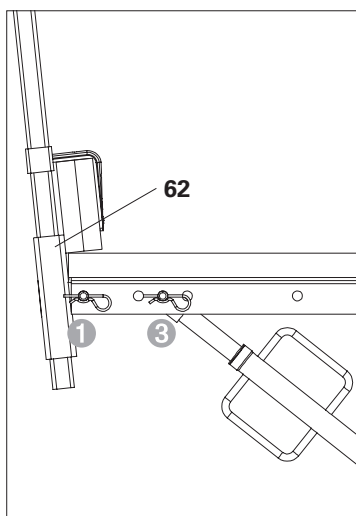
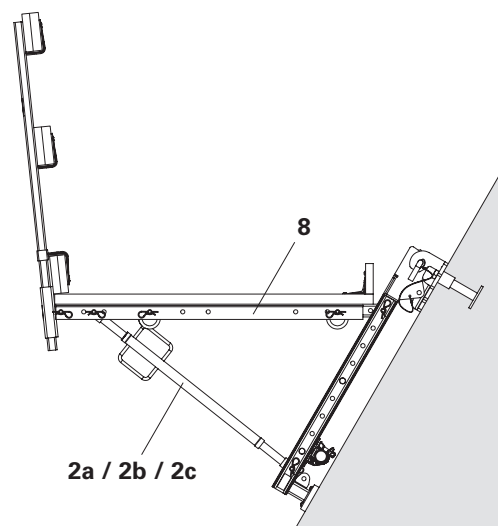

Fig. A4.06a
Fig. A4.06
- Il supporto per parapetto VGK (62) viene sempre imperniato nel 1° e nel 3° foro del montante cassaforma VGK 120 (8).
- Il braccio regolabile AV (2a / 2b / 2c) viene sempre imperniato nel 3° foro. (Fig. A4.06 + Fig. A4.06a)